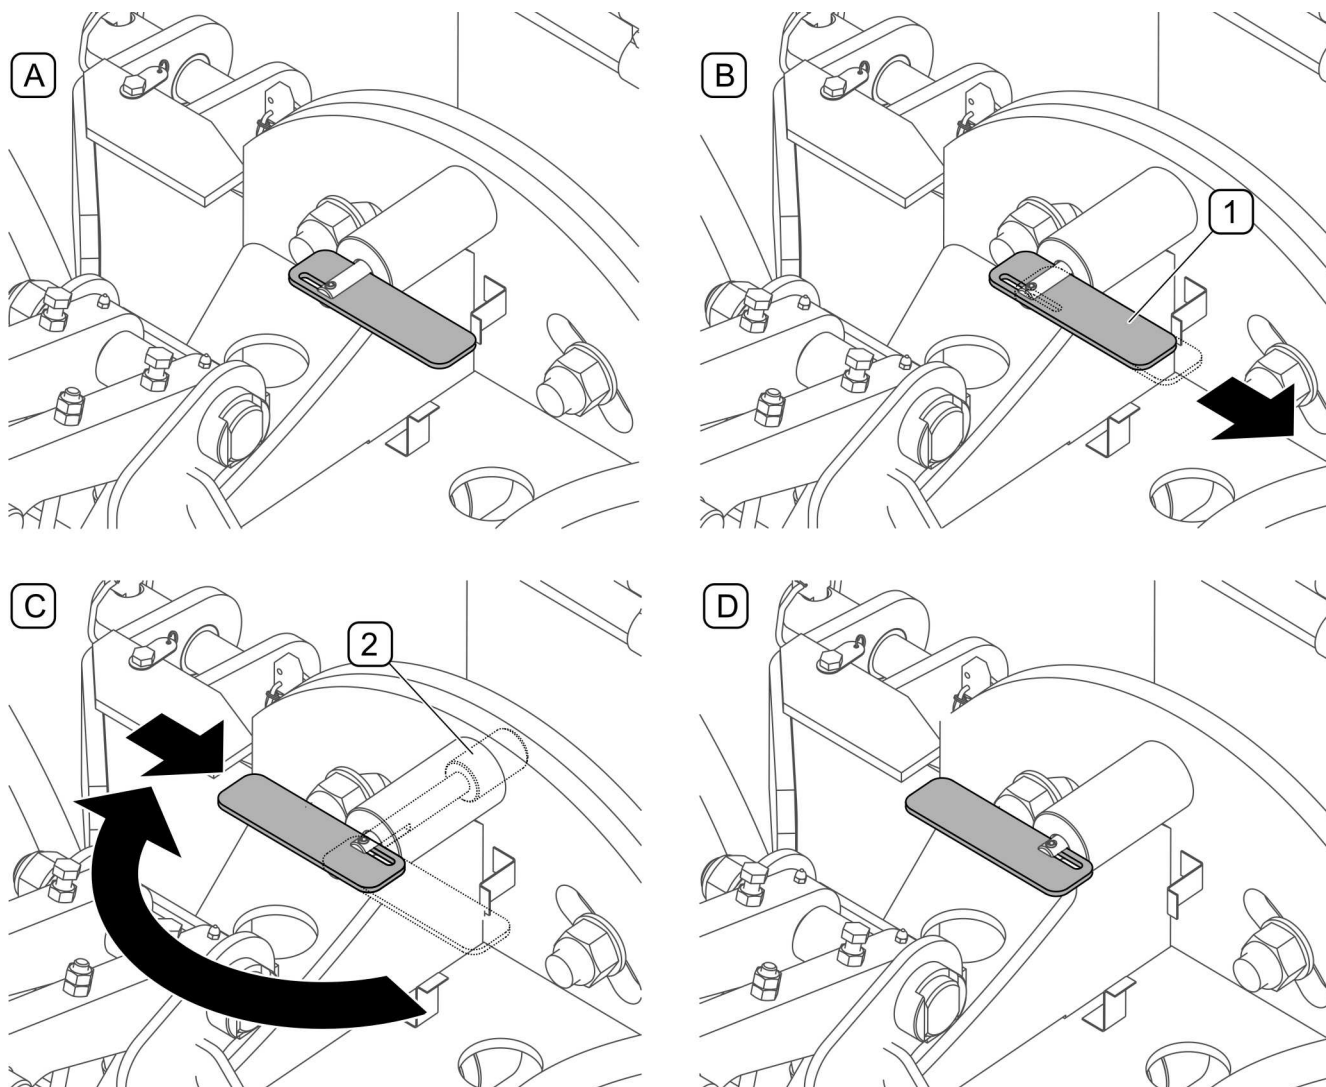

РИСУНОК 4.12 Блокирование в транспортном положении
В плугах с трехточечной системой навески (торсионной) кат. II-III на время передвижения с поднятым отвалом необходимо заблокировать систему навески (РИСУНОК 4.12), чтобы не допустить до перекосов плуга на бока. Для этого необходимо:
- переместить рукоятку (1) собачки в крайнее наружное положение продолговатого отверстия (РИСУНОК 4.12, B).
- Повернуть рукоятку на 180° палец (2) собачки должен вдвинуться в замок (РИСУНОК 4.12, С).
- Переместить рукоятку (2) блокировки в крайнее внутреннее положение продолговатого отверстия, чтобы заблокировать собачку в зацепленном положении.
В плугах с трехточечной системой навески (*торсионной*) кат. II-III перед отсоединением от трактора (транспортного средства) рекомендуется заблокировать систему навески в транспортном положении (РИСУНОК 4.12).